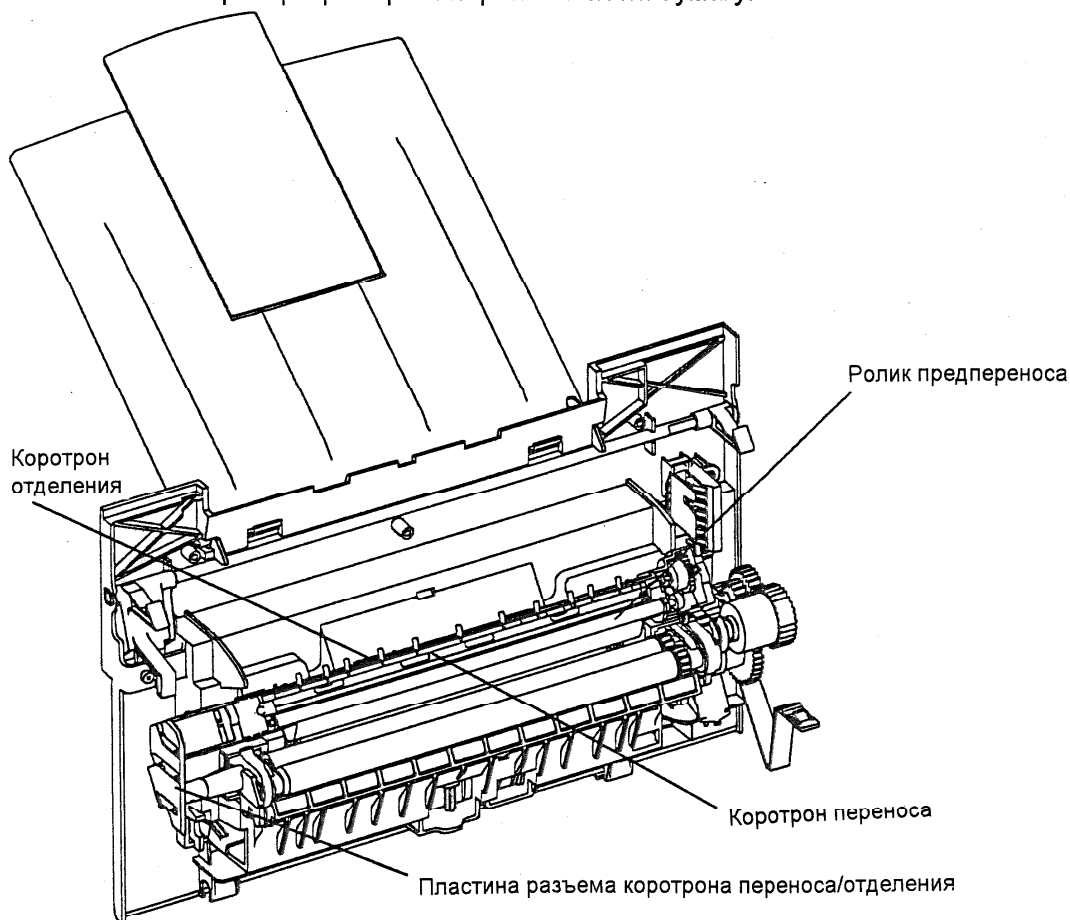

Рис. 2. Элементы модуля транспортера
1. Когда бумага покидает область регистрации, ролик предварительного переноса направляет ее между коротроном переноса/отделения и фоторецептором. Ролик предварительного переноса и коротрон переноса/отделения являются частями модуля транспортера (см. рис. 2).